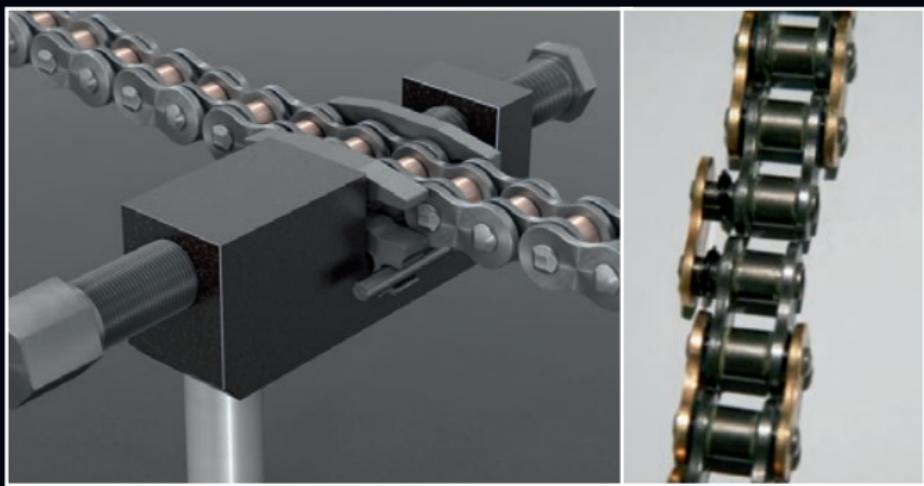

Abb. 5
- Das Werkzeug über die Positioniereinheit schieben und die Druckschraube handfest anziehen, sodass die Kette incl. Positioniereinheit im Werkzeug eingespannt ist. Erneut sicherstellen, dass die Bolzen mit den Bohrungen fluchten, dann die Außenlasche durch Drehen der Druckschraube aufschieben. Die Positioniereinheit erstreckt sich von seiner Breite her nicht nur über das Kettenschloss, sondern auch über die beiden Nachbarglieder. Wenn sich beim Aufschieben der Außenlasche die Nachbarlasche und die Positioniereinheit berühren, ist die Außenlasche in der richtigen Position und der Aufschiebevorgang ist beendet. Man kann das mit bloßem Auge feststellen. Keinesfalls weiterdrehen! (Abb. 5)